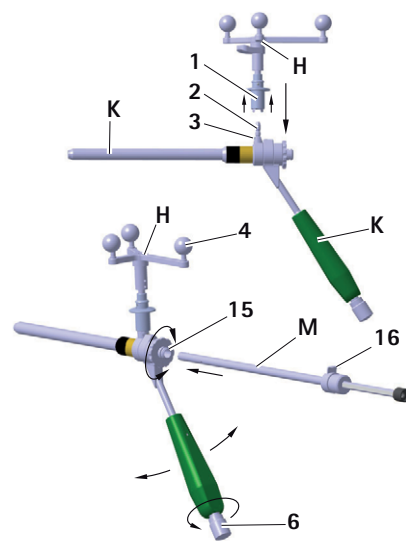

Fig. 13 Montarea unității stea Aesculap pe manșonul de ghidare S⁴C; Introducerea ghidajului de burghiu S⁴C
- Pentru a asigura imaginea nerestricționată a camerei asupra sferelor cu repere reflectorizante, slăbiți butonul 6 de pe mânerul S⁴C al manșonului de ghidare S⁴C K și rotiți unitatea în formă de stea Aesculap H în poziția dorită, vezi Fig. 13.
- ▶ Glisați manșonul de burghiu interior **M** pe manșonul interior **15**. Manșonul de ghidare interior se angrenează pe manșonul interior și poate fi în continuare rotit, vezi Fig. 13.